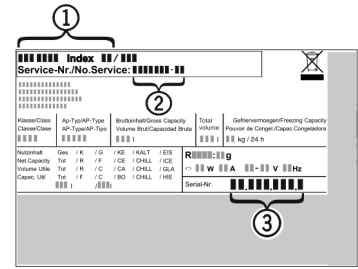

Fig. 17
- ▶ Relever la désignation de l'appareil *Fig. 17 (1)*, le n° de service *Fig. 17 (2)* et le n° de série *Fig. 17 (3)* sur la plaquette signalétique. Cette plaquette se trouve sur la paroi intérieure gauche de l'appareil.
- ▶ Informer le S.A.V. et lui communiquer la panne, la désignation de l'appareil *Fig. 17 (1)*, le n° de service *Fig. 17 (2)* et le n° de série *Fig. 17 (3)*.